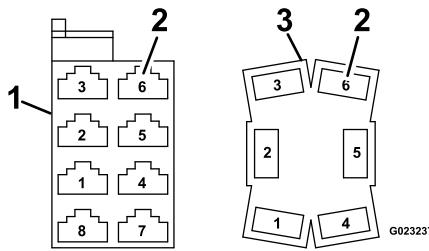

Figura 16
- I. Respetando el orden de los cables, introduzca los cables en el conector nuevo (Figura 16).